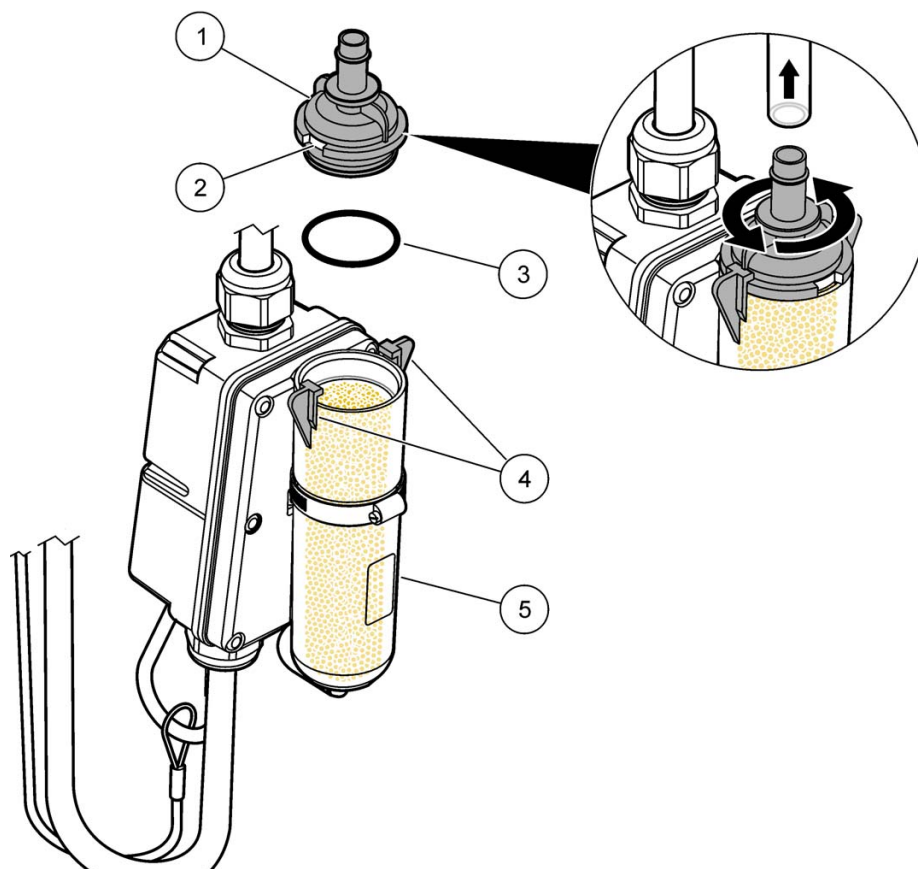

Figura 18 Rimozione del tappo inferiore
1. Ruotare delicatamente il tappo finale inferiore fino a quando le scanalature non si allineano con le clip di serraggio (Figura 18 a pagina 38).
Per assicurare prestazioni ottimali ed evitare l'accumulo di grasso in condizioni di immersione o sovraccarico, tenere il contenitore verticalmente in modo che il tappo sia rivolto verso il basso (Figura 18).